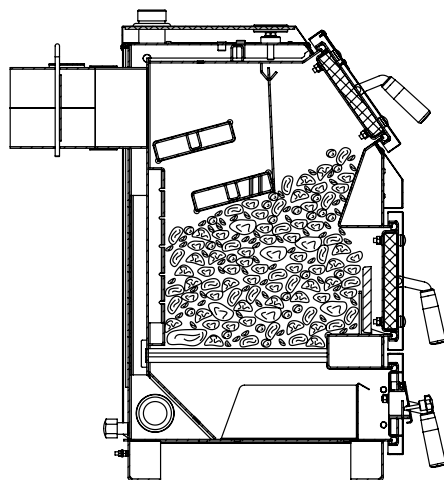

Рис.7 Заполнение котла топливом для режима длительного горения
8.4.9. После достижения желаемой температуры теплоносителя в котле уменьшите количество подводимого воздуха закрытием заслонки на дверце (поз.16). Мощность котла в грубых пределах регулируется с помощью изменения тяги поворотом задвижки (поз.18) в дымоходе. Тонкая регулировка производится заслонкой (поз.15). Дополните по необходимости топку топливом в зависимости от потребления тепла и интенсивности горения. Высота слоя должна быть равномерна по всей глубине топки. Для использования котла в режиме длительного горения, вычистите колосниковую решетку. Хорошо разожгите котел (п.8.4.1-8.4.2), после чего заполните топку через загрузочную дверцу (поз.12). В режиме длительного горения (рис.7) допустимо наполнение топки топливом до нижнего края заслонки теплообменника (поз.27). Добавленное топливо хорошо разожгите, а затем снизьте мощность котла, уменьшая тягу путем прикрытия заслонок на дымоходе и дверце котла.